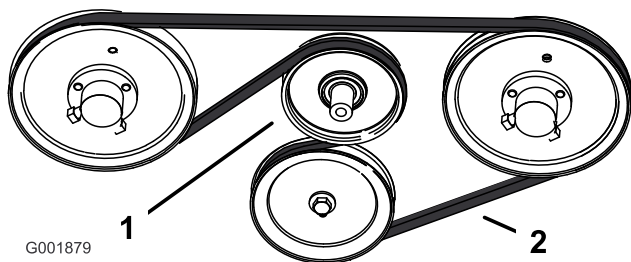

Figura 65
2. Abbassate il tendicinghia a molla e togliete la cinghia di trazione dalle pulegge del motore e della pompa idraulica (Figura 65). Togliete la cinghia tra le pulegge.
- Montate la nuova cinghia attorno alle pulegge del motore e della pompa idraulica (Figura 65).
- Abbassate il tendicinghia a molla ed allineatelo sotto la cinghia di trazione. Rilasciate la pressione del tendicinghia a molla (Figura 65).